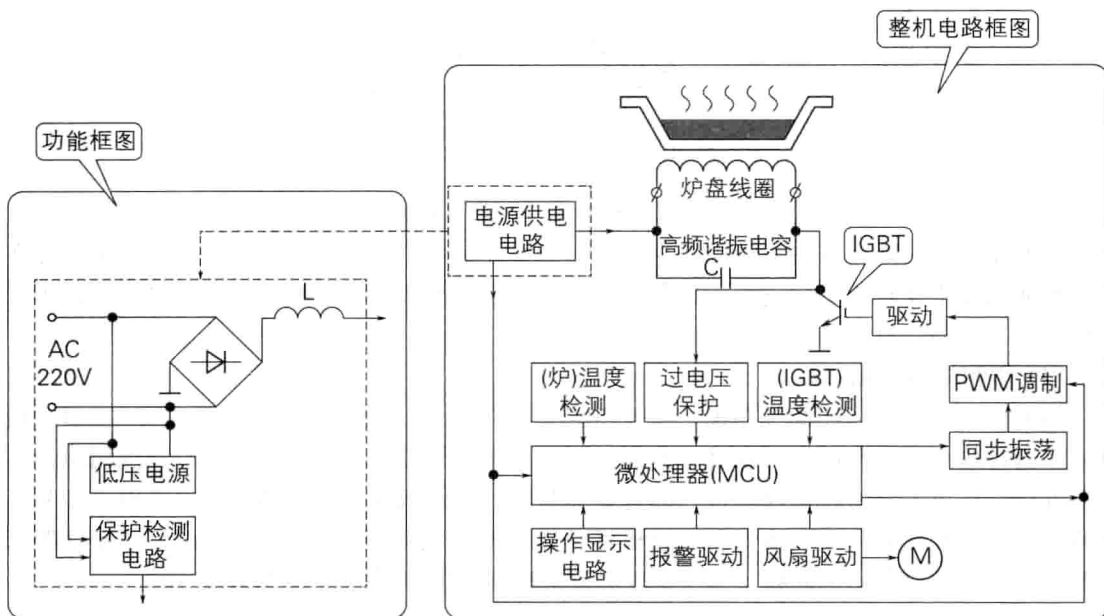

图 1-3 电磁炉的整机电路框图和电源部分功能框图
② 功能框图。功能框图是体现电子产品整机电路中某一单元电路部分的框图，它相当于将整机电路框图其中一个方框的内容进行更细致体现的电路，属于整机电路框图下一级的框图。典型功能框图如图 1-3 所示。
由图 1-3 可见，功能框图比整机电路框图更加详细，通常一个整机电路框图是由多个功能框图构成的，因此也称其为单元电路框图。